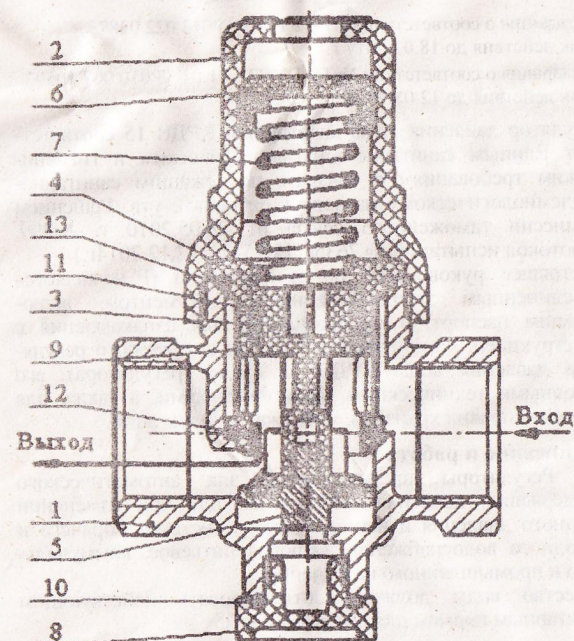

Рис. 1 Регулятор давления воды квартирный КРДВ 15
- снять сетку-фильтр (9) и промыть ее до полного удаления осадка, при необходимости использовать кисть;
- установить сетку-фильтр на место, вставить блок регулировки в корпус регулятора (1), при этом уплотнительные кольца должны быть установлены согласно рис. 1;
- установить пружину и завернуть крышку на корпус так, чтобы стакан (4) был поджат и с помощью резинового кольца (13) обеспечивал герметичность регулятора относительно внешней среды.